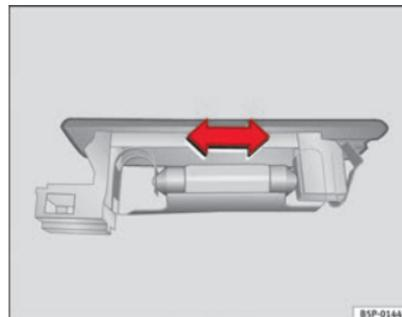

Fig. 172 Luz maletero
- Presione la lámpara lateralmente y extraígalas del alojamiento ⇒ fig. 172.